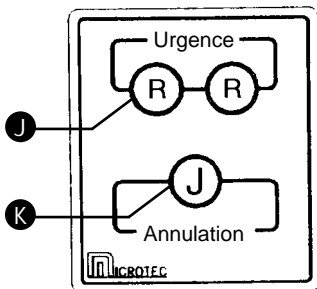

Figure 2
| (D) Chambre d'ionisation | (J) Touches urgence (rouge) (voir Figure 2) |
| (E) Avertisseur sonore | (K) Touche (jaune) annulation/ vérification (voir Figure 2) |
Pour actionner l'alarme, vous appuyez sur l'une ou l'autre des touches (rouge) du Module d'urgence (*Figure 2*).